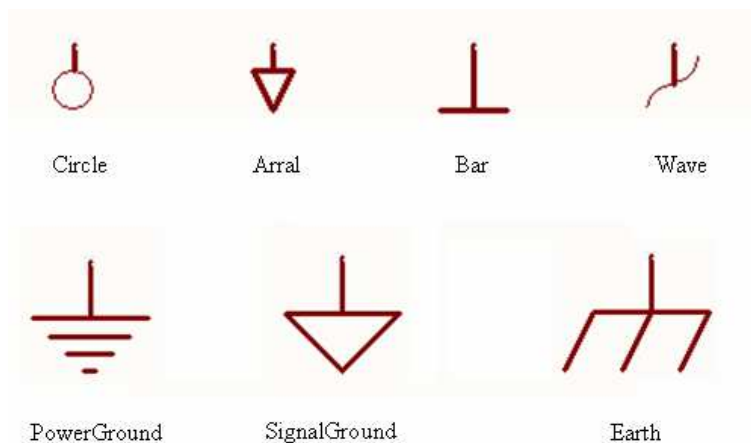

图 2.101 电源端口图标
(3) 单击“Color”色彩块，打开“Choose Color”对话框，在“Choose Color”对话框中选择电源端口的颜色，然后单击“OK”按钮，关闭“Choose Color”对话框。
(4) 单击“Orientation”右侧的文字，在弹出的下拉列表中选择电源端口的旋转角度选项。
(5) 单击“Style”右侧的文字，在弹出的下拉列表中选择电源端口标志的样式。Altium Designer 为用户提供了多种电源端口图标，如图 2.101 所示。